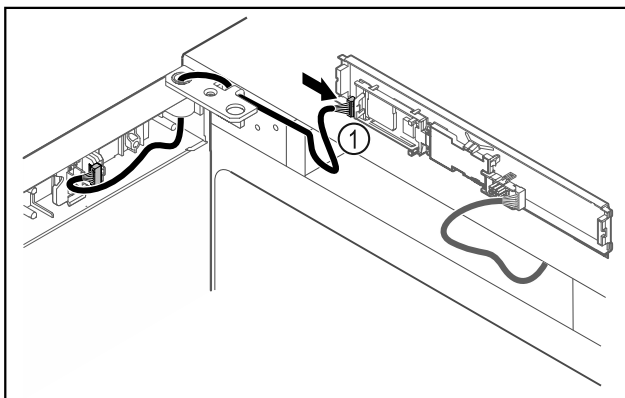

Fig. 45
- ▶ Sett pluggen Fig. 45 (1) inn i kretskortet.